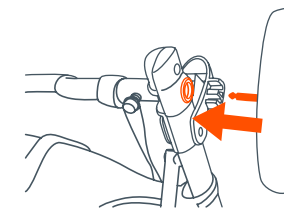

Fig. 5
- Presione los postes de la rueda trasera dentro de los cubos del armazón trasero hasta que encajen (Fig. 5).